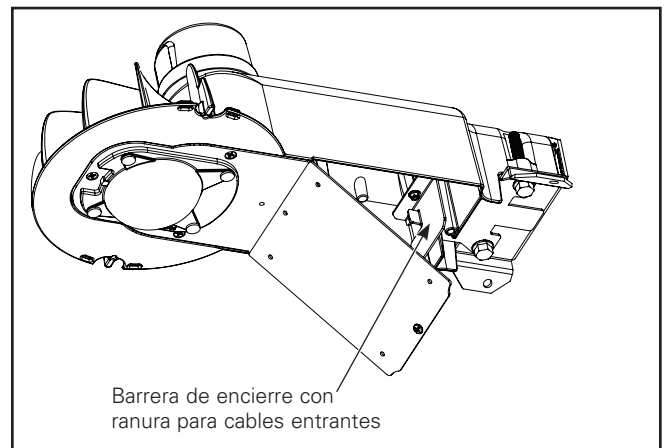

Figura 8.
1. Abra la luminaria con un destornillador y deje que la puerta de acceso cuelgue de la tierra. (Figura 8.)